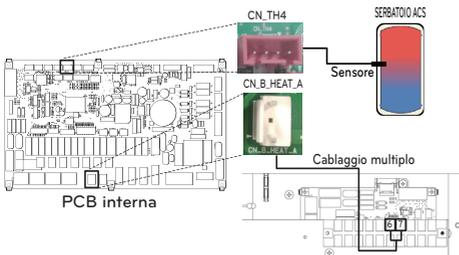

Fig. 1
**Passo 4.** Collegare l'alimentazione al kit serbatoio per ACS come mostrato nella fig. 1.